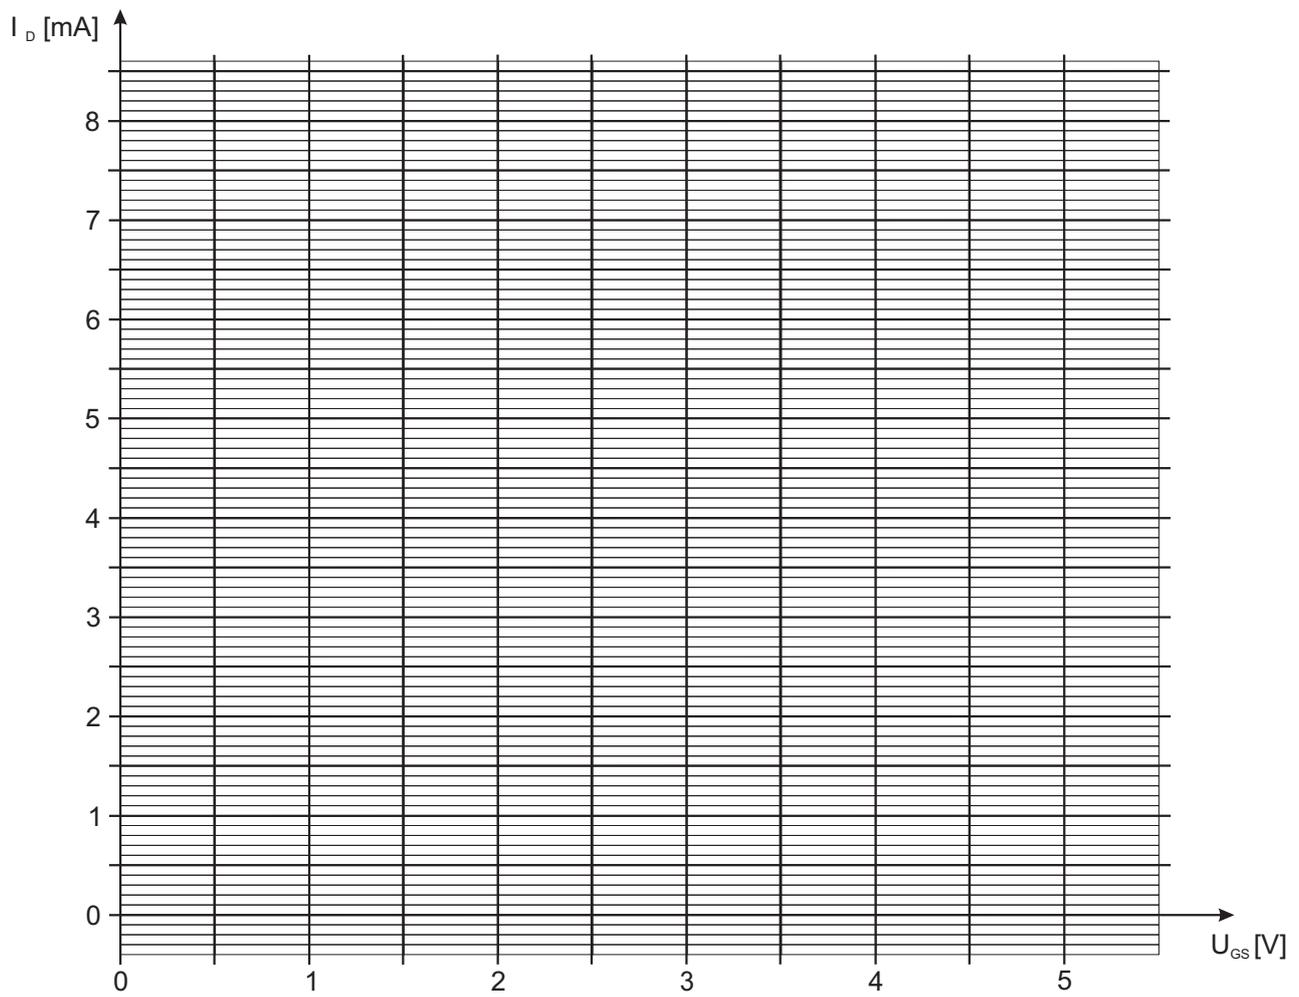

Abbildung 4.1: Steuerkennlinie
- c) Zeichnen Sie in Abbildung 4.1 die Steuerkennlinie ein!